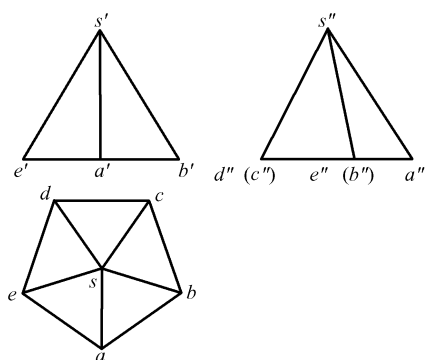

图 6
6. 补画正五棱锥主视图 (图6) 中所缺的图线, 并回答问题: 视图中的哪条线反映该体侧棱的实长 (在其线上画一圆圈)?